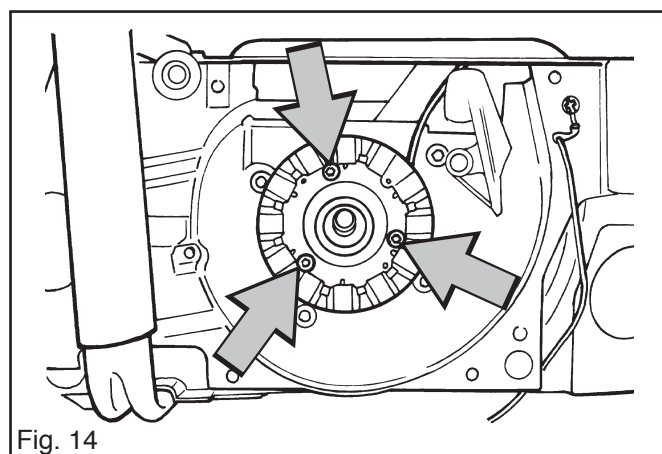

Fig. 14
3. Retirer le générateur en dévissant les trois vis. Voir fig. 14.
5. Monter le nouveau générateur comme sur fig. 14 et serrer les vis, couple de serrage 4 Nm.